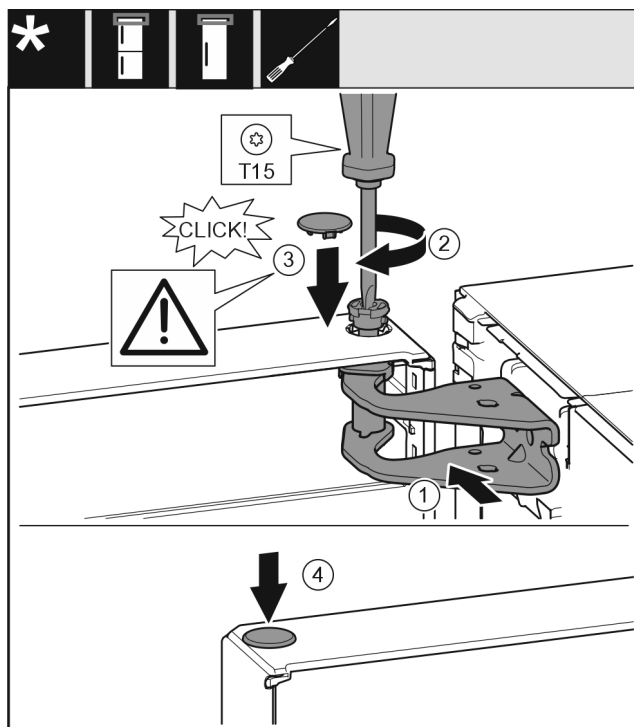

Fig. 57
- Wyrównać drzwi u góry względem otworu w płycie zawiasu Fig. 57 (1).
- Założyć sworzeń Fig. 57 (2) i dokręcić śrubokrętem.
- Założyć osłonę Fig. 57 (3).
- Sprawdzić, czy osłona Fig. 57 (3) przylega do drzwi.
- Założyć osłonę Fig. 57 (4).